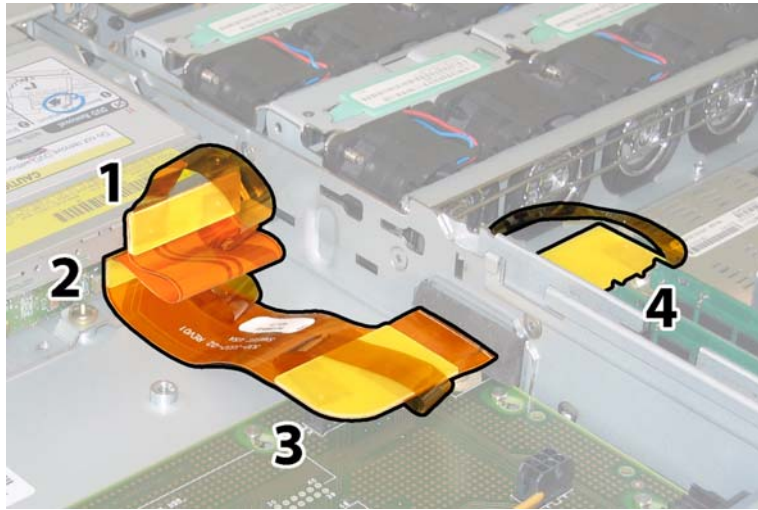

图 3-61 断开软线缆的四个连接器
9. 从以下四个位置断开线缆的四个连接器，从机箱间隔壁上卸下软线缆及其连接泡沫胶垫。请参见图 3-61。